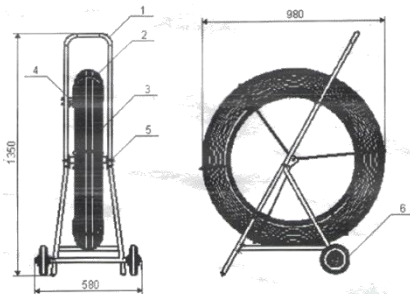

Рис.1 Устройство УЗК 11/100
5.9. При разматывании (сматывании) стеклопрутка из кассеты необходимо направлять пруток только через направляющие ролики 4 УЗК (рис.1)